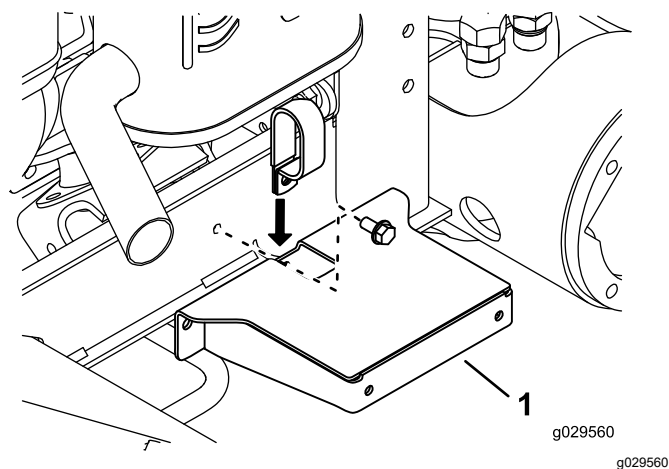

Figura 18
5. Inserite la parte inferiore della fascetta stringitubo nella fessura presente sulla parte superiore del supporto del parafango (**Figura 18**).
11. Montate, senza fissarli saldamente, la fascetta stringitubo e il supporto del parafango sul telaio con la fascetta stringitubo, il bullone e il dado (vedere Figura 18).